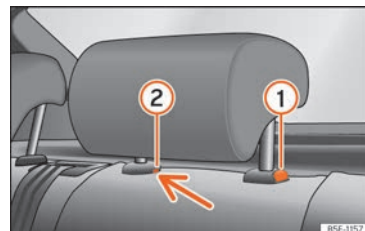

Fig. 118 Apoyacabezas trasero: desmontaje.
- Pulse la tecla »» fig. 118 ①, apretando a la vez por el orificio del seguro ② con un destornillador plano de máximo 5 mm de anchura y retire el apoyacabezas.